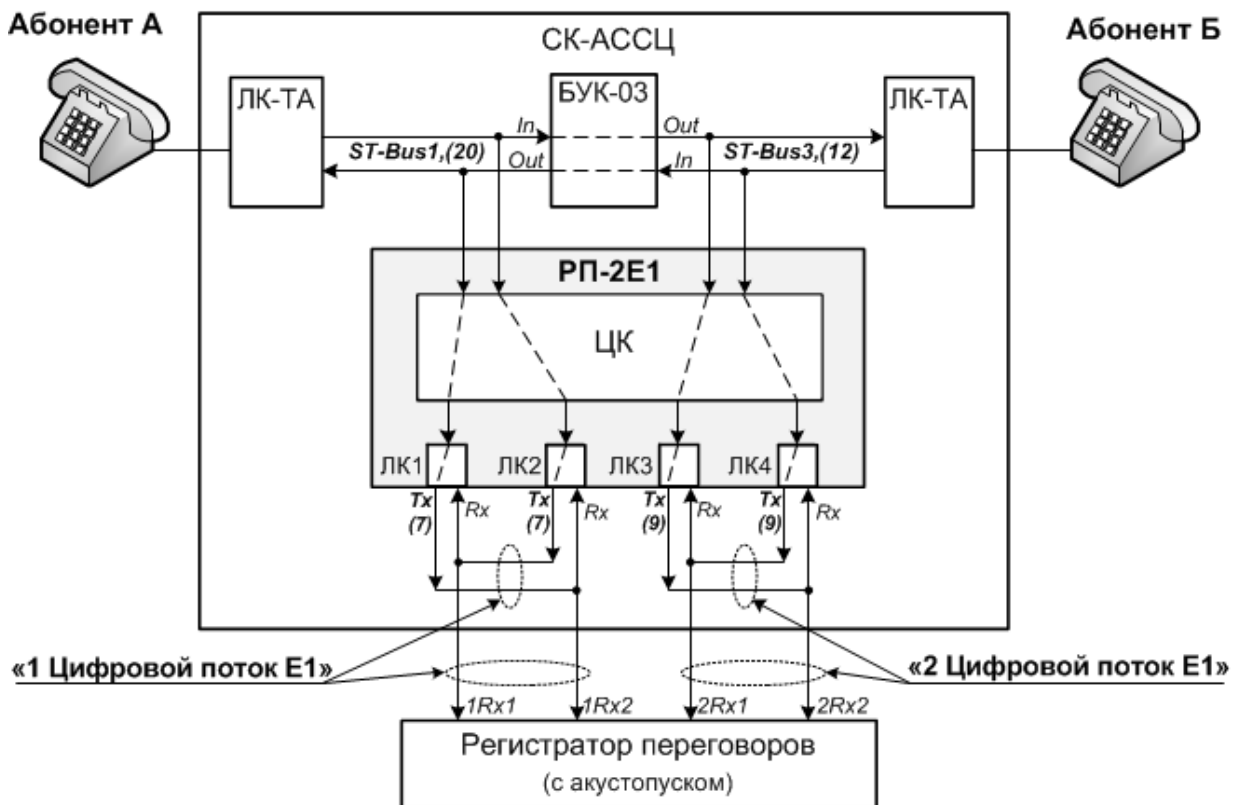

Рисунок 3
1.1.5.11.1 ТЭЗ РП-2Е1-01 содержит цифровой коммутатор и четыре линейных комплекта ЛК-Е1 (см. рисунок 3).
В соответствии с конфигурацией ТЭЗ РП-2Е1-01 цифровой коммутатор подключается к регистрируемым «In» и «Out» каналам ST-Bus (см. рисунок 3) и передает полученные из каналов данные в соответствующие ЛК-Е1.
ЛК-Е1 в ТЭЗ РП-2Е1-01 функционально подразделяются на две пары: первая – «ЛК1» и «ЛК2», вторая – «ЛК3» и «ЛК4» (см. рисунок 3). Каналы «In» передаются на четные ЛК-Е1 («ЛК2» или «ЛК4»), а каналы «Out» – на нечетные ЛК-Е1 («ЛК1» или «ЛК3»).